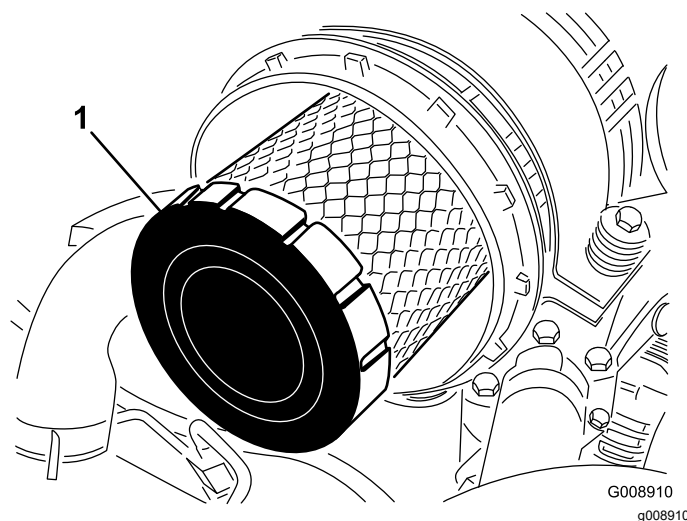

Рисунок 52
4. Снимите и замените фильтр первичной очистки(Рисунок 52).